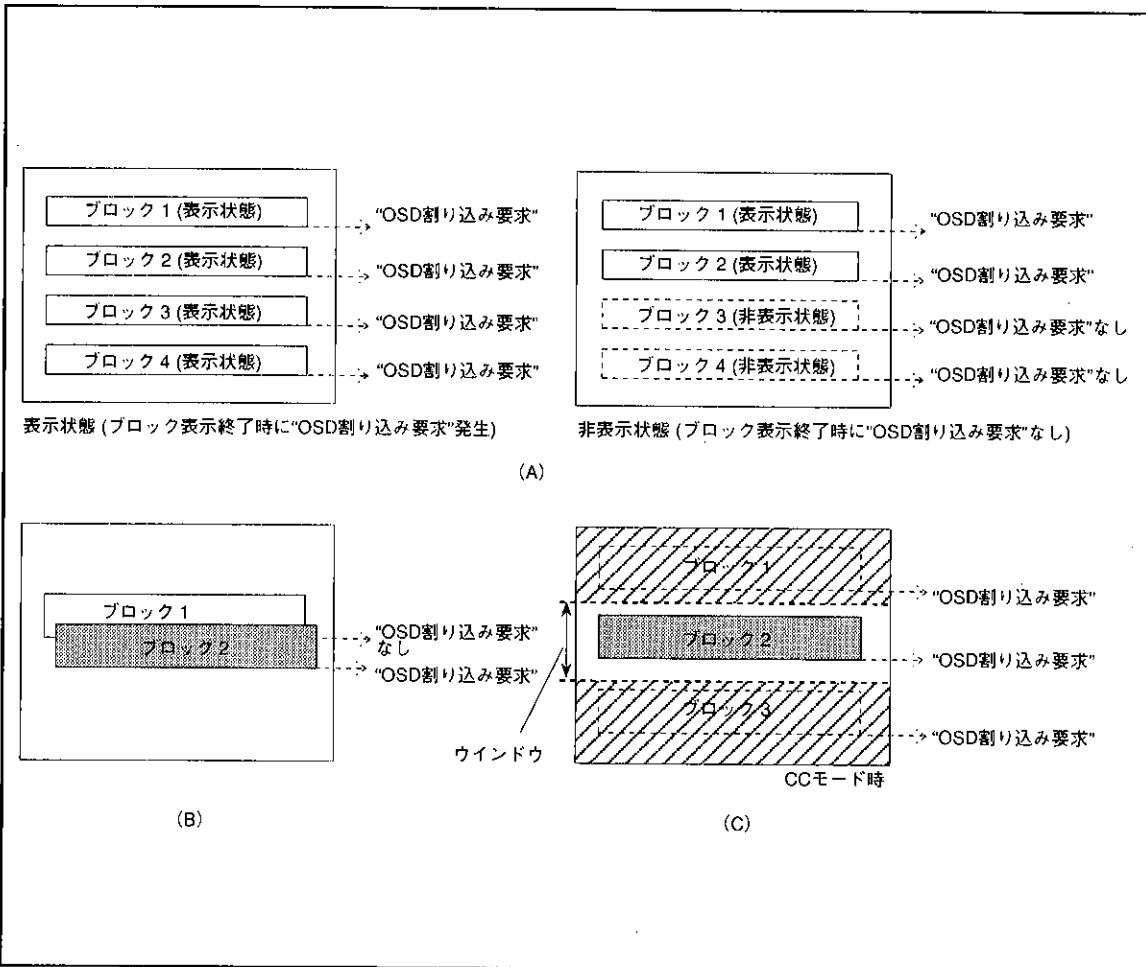

図75. OSD割り込み発生時の注意点
- 注1. ブロック表示終了時に発生する“OSD割り込み要求”は、ブロックを表示していない場合は発生しません。つまり、ブロックコントロールレジスタ(00D0:16~00DF:16番地)の表示制御ビットの設定によってブロックの表示がオフ(非表示)状態であれば、“OSD割り込み要求”は発生しません(図75のA参照)。
2. 1つのブロック表示中に途中の他のブロックの表示開始位置がきた場合は、割り込み要求は途中から表示したブロックの表示終了時に1回だけ発生します(図75のB参照)。
3. ウィンドウを設定した画面で、ウィンドウ外にあるCCモードブロック(表示OFF)が表示終了した時点でも“OSD割り込み要求”は発生します(図75のC参照)。